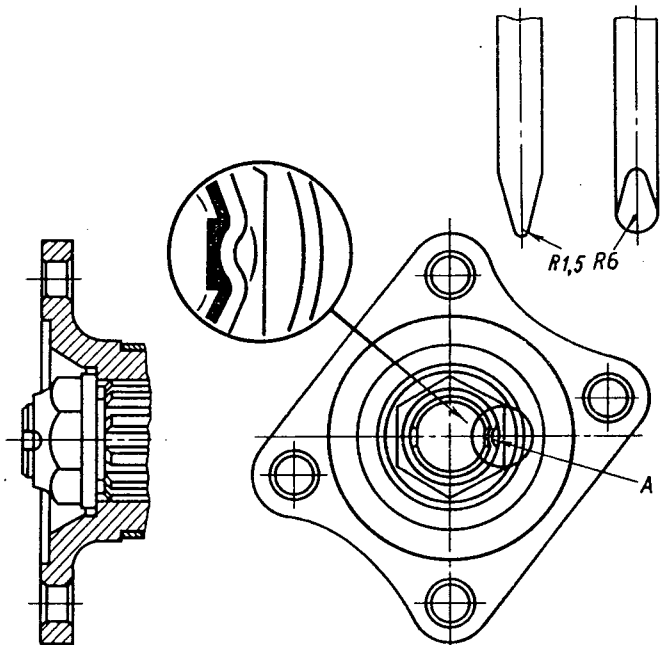

Bild 119. Absicherung der Mutter durch Einbiegen deren Kante in die Wellennut und Werkzeugprofil:
7. Flansch und Scheibe auf das Keilnutenprofil schieben, Mutter festziehen und durch Einbiegen einer Kante in die Wellennut gemäß Bild 119 sichern.